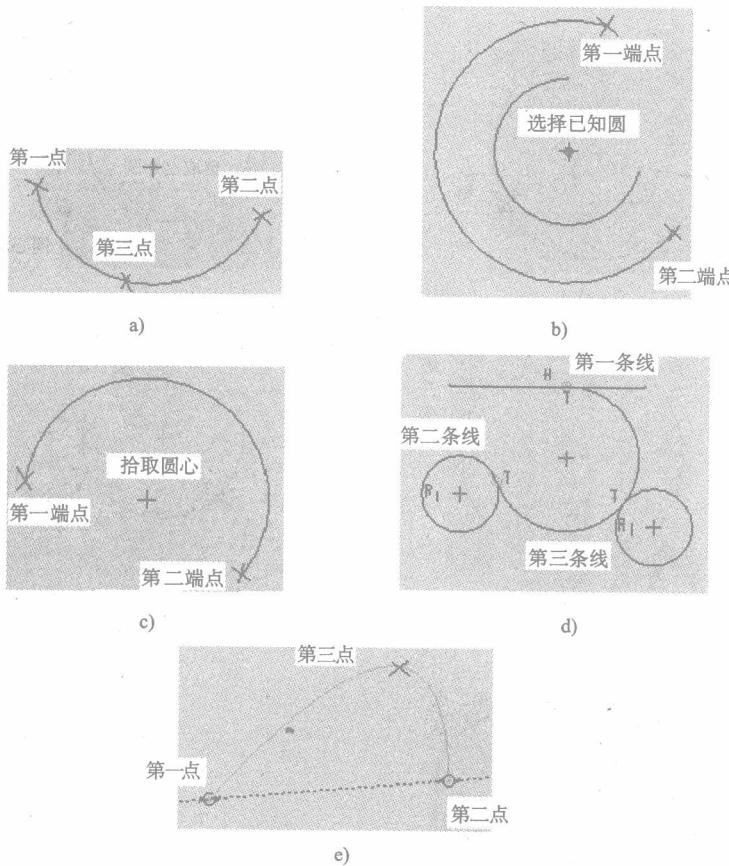

图 1—15 圆弧的绘制
5) ——指定圆锥弧第一个端点、第二个端点位置，再指定圆锥弧上任意点的位置。如图 1—15e 所示。